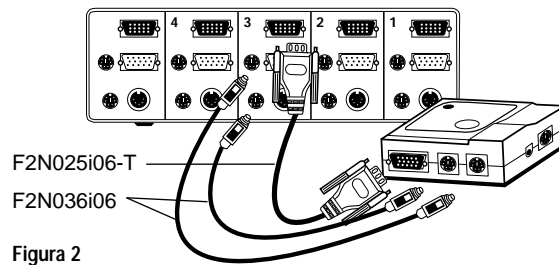

Figura 2
- 4) Collegate l'adattatore ad un porta libera del vostro OmniView™ PS/2. Vi facciamo notare che può essere usato solo il connettore del mouse PS/2. I cavi necessari NON sono inclusi, tuttavia potete acquistarli come kit di cavi (componente n. A3X982i Belkin), o individualmente (due componenti n. F2N036i06, un componente n. F2N025i06-T). Vedi figura 2.